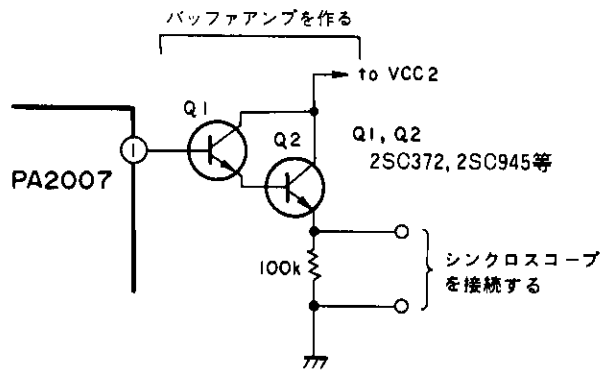

図3-3 バッファアンプ
2. IC PA2007の1番端子にバッファアンプを接続して、出力をシンクロスコープに接続する(図3-3)。